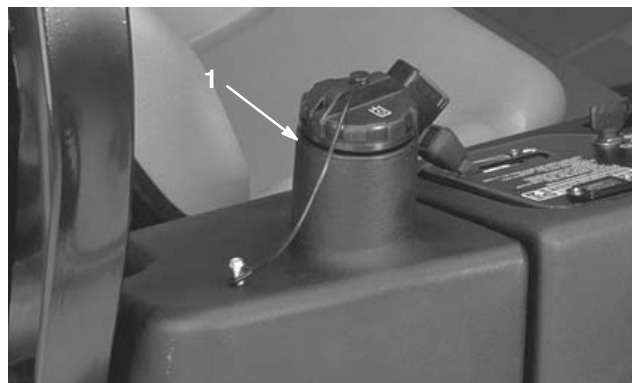

Figure 50
3. Versez approximativement 13,2 l d'huile hydraulique dans le réservoir (Fig. 50) (voir Contrôle du système hydraulique, page 17).